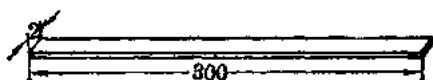

图 1
1. 先把竹片削成长300毫米、宽20毫米、厚5毫米的竹片三根，再削一根同样宽、同样厚的200毫米长的竹片(图1)。